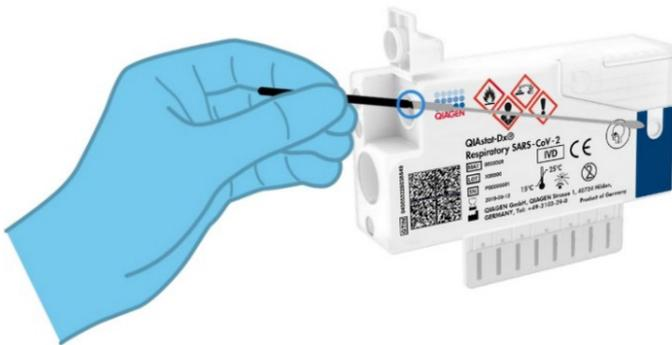

Figura 8. Inserción del hisopo en el QIAstat-Dx Respiratory SARS-CoV-2 Panel Cartridge.
- Introduzca el hisopo en el QIAstat-Dx Respiratory SARS-CoV-2 Panel Cartridge hasta que el punto de rotura quede alineado con la apertura del acceso (es decir, cuando el hisopo ya no pueda avanzar; figura 8).